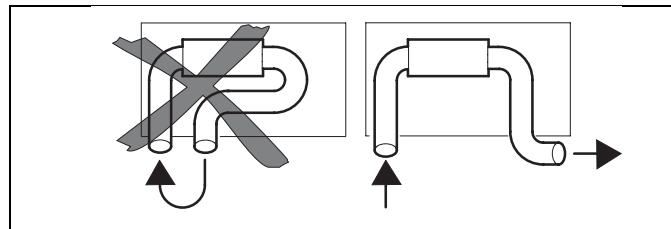

Рис.6: Вход и выход нагретого воздуха
- воздух из выходного отверстия самого отопителя не поступал в его входное отверстие (рис. 6)